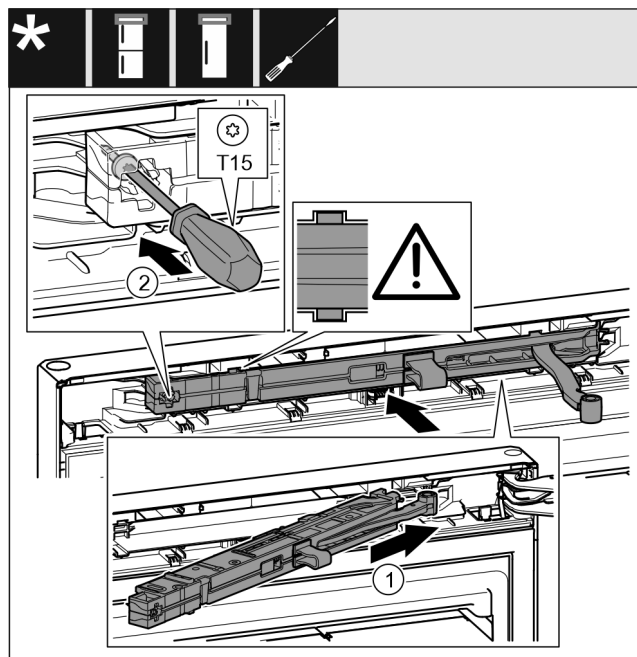

Fig. 20
- ▶ Shtyni pjerrtas deri në fund brenda në folë njësinë e amortizatorit të mbylljes, në anën e bazamentit mbështetës. *Fig. 20 (1)*
- ▶ Mbërtheni fort vidën me një kaçavidë T15. *Fig. 20 (2)*